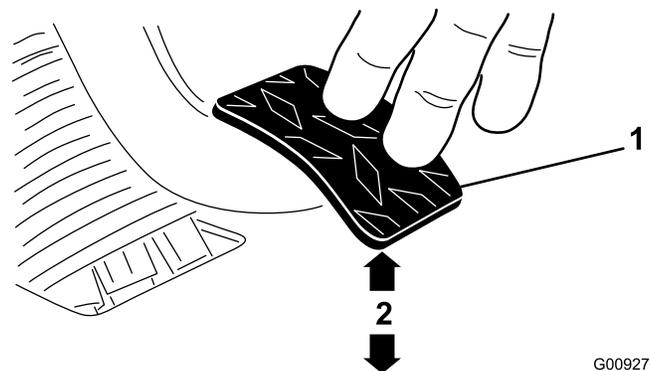

Figura 70
3. Ajuste as porcas ou as juntas até que a extremidade traseira do pedal de embraiagem esteja a $9,5 + 0,3$ cm da parte superior da chapa do piso, aplicando uma força de 1,8 quilos no pedal (Figura 70).